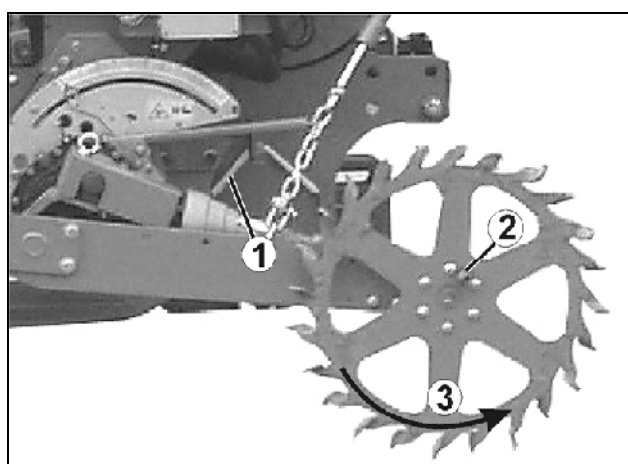

Fig. 83
- Tome la manivela de colección (Fig. 83/1).
- Enchufar la manivela de colección a través de un suplemento cuadrado (Fig. 83/2) sobre la rueda de espolones (Fig. 83/3).
¡Girar el rueda de espolones hacia la **izquierda** (Fig. 83)!
- Colocar la manivela de colección (Fig. 83/1) en el soporte